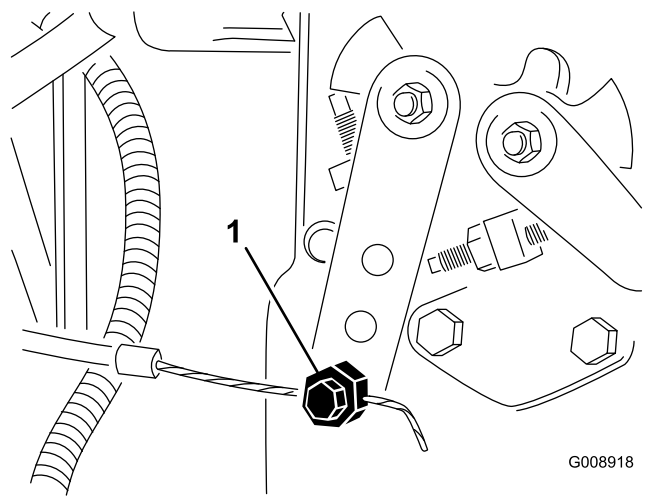

Figure 87
4. Desserrez le connecteur du câble d'accélérateur sur le bras du levier de la pompe d'injection (Figure 87).